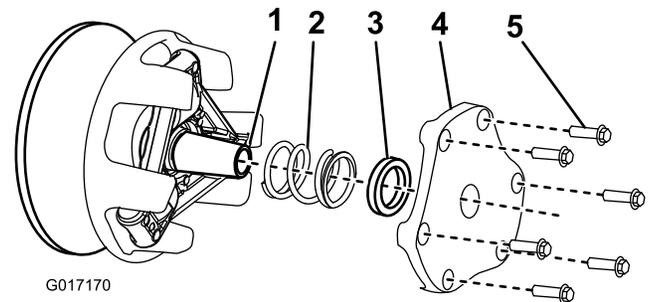

Bild 34
3. Entfernen Sie die sechs Bundkopfschrauben, mit denen die Kupplungsabdeckung befestigt ist. Legen Sie die Abdeckung, das Distanzstück und die Feder zur Seite (Bild 34).